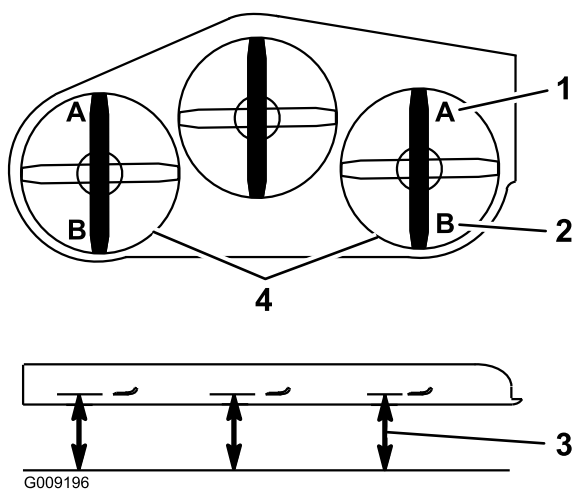

Figura 94
9. En ambos lados de la carcasa, mida desde la superficie nivelada hasta la punta delantera de la cuchilla (Posición A). La medida debe ser de 7.6 cm (3 pulg.) (Figura 94).
15. En ambos lados de la carcasa, mida desde la superficie nivelada hasta la punta trasera de la cuchilla (Posición B). La medida debe ser de 8.3 cm (3-1/4 pulg.) (Figura 94).